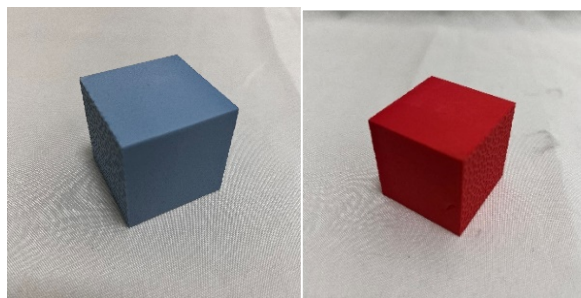

图 5 “搭建材料”模型
4.3.1 在某个拼装块上放置有 2 个长宽高均为 50 mm 的蓝色和红色 EVA 正方体，这些正方体代表“搭建材料”；如图 5 所示。